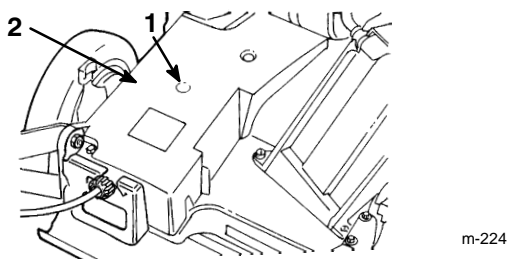

Abbildung 28
2. Eine Fettpresse durch die Öffnung in der Riemenabdeckung am Nippel ansetzen (Abb. 28). Vorsichtig 1–2 Takte Fett einpumpen.
1. Die Schrauben entfernen, mit denen die Riemenabdeckung (Abb. 28) am Rasenmähergehäuse befestigt ist.